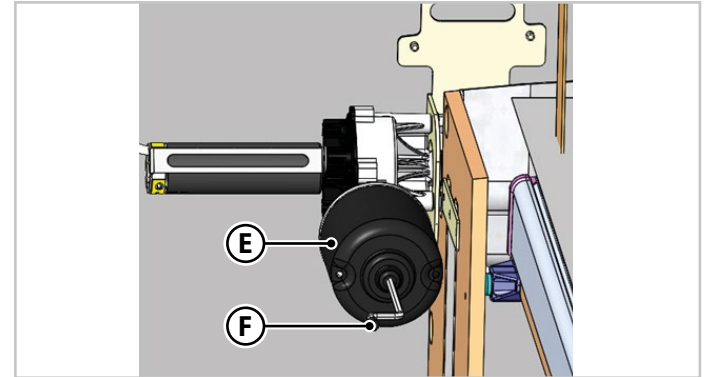

Fig.6.17 - Desbloqueo de la cama eléctrica tipo B
2. En la parte inferior del motor **(E)** - Fig.6.17), introduzca la llave Allen **(F)** - Fig.6.17) en la ranura prevista para el movimiento manual.